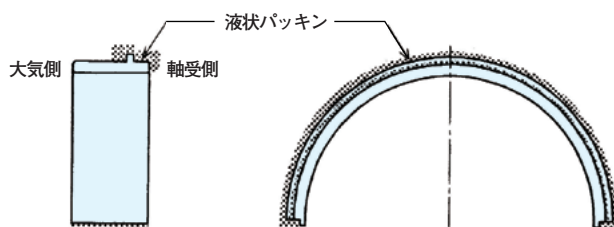

図12 上側用ラビリンスリングへ液状パッキンを塗布
(2) 上側用(切欠き無し)ラビリンスリング全面を洗浄液で脱脂し、図12のハッチング部分に液状パッキンを薄く均一に塗布します。